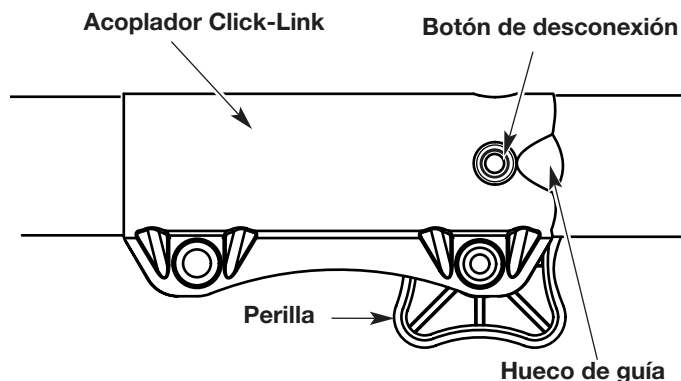

Fig. 8
1. Gire la perilla en sentido antihorario para aflojar (Fig. 8).
2. Oprima y suelte el botón de desconexión (Fig. 8).
NOTA: Alinee el botón de desconexión con el hueco de guía para facilitar la instalación (Fig. 8).